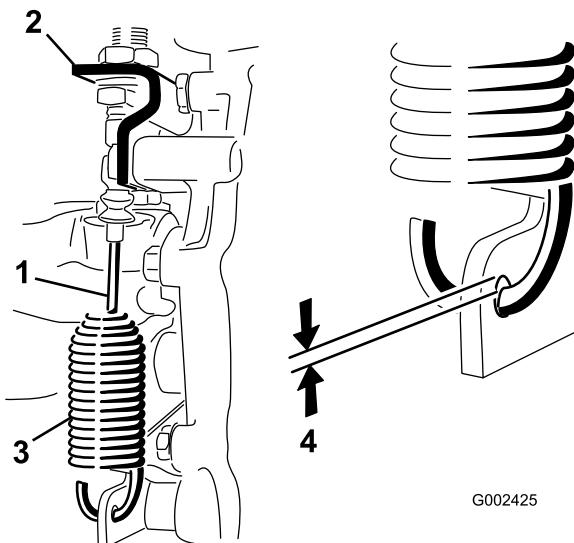

Figura 57
1. Retire el pasador de horquilla que sujeta el cable de Alto-Bajo al transeje (Figura 57).
2. Afloje las contratuercas que sujetan el cable de bloqueo del diferencial al soporte del transeje (Figura 57).